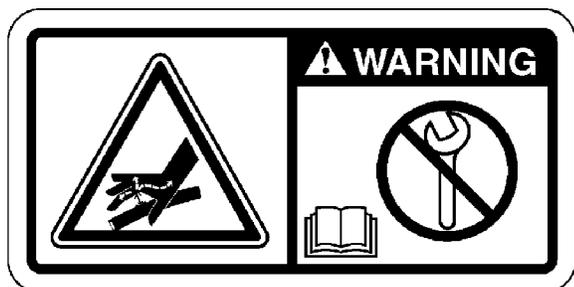

Ilustración 4
La etiqueta de advertencia para la Mano (Alta presión) (2) está ubicada en la parte superior del colector del combustible. Vea la ilustración 4.
(3) Éter
La etiqueta de advertencia de éter (3) está ubicada en la tapa del múltiple de admisión. Vea la ilustración 4.